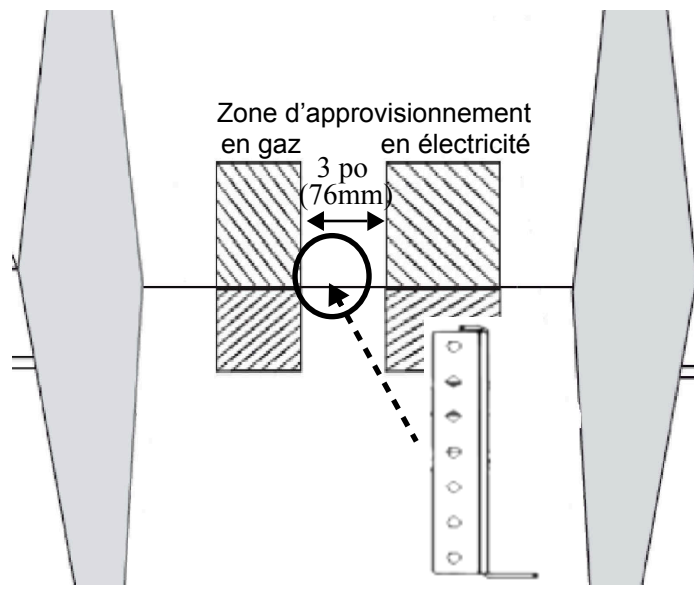
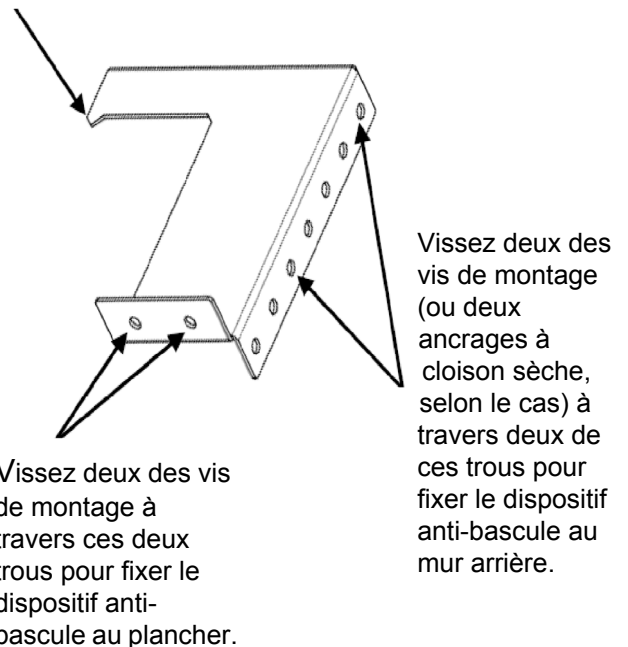

FIGURE 10: EMBLEMMENT POUR LE MONTAGE DU SUPPORT ANTI-BASCULE
FIGURE 11: SUPPORT ANTI-BASCULE
- Dans tous les cas, vous devez utiliser au moins deux vis de montage pour fixer le support anti-bascule au plancher, ou deux vis de montage (ou ancrages pour cloison sèche) pour le fixer au mur situé derrière l'appareil (voir *Figure 10* et *Figure 11*).
2. Placez le support sur le plancher près du centre de l'endroit où l'appareil sera installé (illustré sur la *Figure 10*).